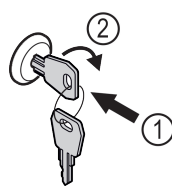

Fig. 152 Primjer izgleda
- ▶ Uvucite ključ Fig. 152 (1).
- ▶ Okrenite ključ za 90° nadesno Fig. 152 (2).